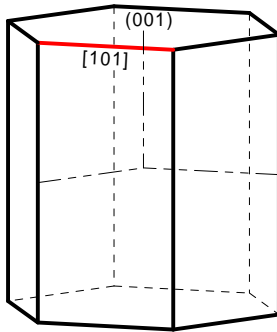
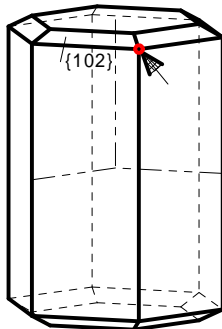
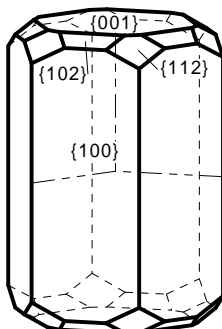

Bild 1
Bild 2
Bild 3
2. Kristallelemente zuweisen: Öffnen Sie dazu den Dialog in der MENÜLEISTE über KRISTALLELEMENTE/AUSDATEI. Wählen Sie im Auswahlfenster SYSTEM mit einem Doppelklick auf die linke Maustaste das hexagonale System aus. Aus der nun geöffneten AUSWAHLBOX übernehmen Sie mit einem Doppelklick auf BERYLL die Kristallelemente in das Dialogfenster. Mit dem Dialogabschluss durch *ABHAKEN* werden die Kristallelemente dem Beispiel im Arbeitsspeicher zugewiesen (Bild1).
3. Habitus bestimmen: Aktualisieren Sie in der oberen Symbolleiste das BEARBEITUNGSMENÜ über die Taste TRACHT/HABITUS. Führen Sie den Maucursor in die Fläche (001). Aktivieren Sie nun mit einem Doppelklick auf die linke Maustaste die Kristallform {001}. Verändern Sie durch ggf. wiederholten Tastendruck auf *BILD↑* bzw. *Bild↓* den Wert in der Eingabezeile T auf 300.
4. Tracht kombinieren: Mit dem Maucursor auf der roten Kante [101] und einem Doppelklick auf die linke Maustaste ermitteln Sie die Indizes der Kristallform {101} und stellen diese Indizes so auch in die Eingabezeilen {hkl}T. Diese Form liegt nun genau auf der Kante [101] und ist daher nicht sichtbar. Verändern Sie in der Eingabezeile {hkl} die Form in {102} und übernehmen die Form mit *EINFÜGEN* in die Formenliste. Verändern Sie nun nach Augenschein mit den +/- Tasten die „Größe“ der Form {102} gemäß Bild2. Ermitteln Sie jetzt die nächste Kristallform {112} mit dem Cursor auf der im Bild2 markierten roten Ecke und einem Doppelklick auf die linke Maustaste. Auch diese Form ist zunächst nicht sichtbar, da sie genau auf der markierten Ecke liegt. Mit *EINFÜGEN* im BEARBEITUNGSMENÜ übernehmen Sie diese Form in die Formenliste. Verändern Sie die „Größe“ mit der gedrückten rechten Maustaste und einer Cursorbewegung auf den Kristallkörper zu nach Augenschein gemäß Bild3.